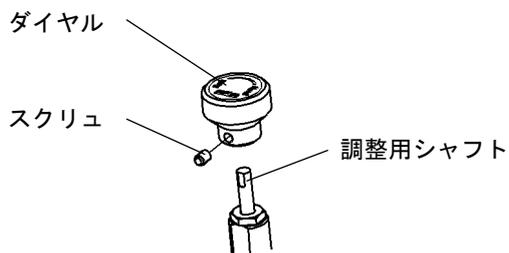

図4-11 : CPV35
- (1) 減衰力調整ケーブル(短)からダイヤルを取外し、リアサスペンションASSY先端の調整用シャフト側面の平面部にスクリューの位置を合わせて取付けてください。スクリューの締付けは六角レンチ (1.5mm・同梱品) を使用してください。(図4-11)